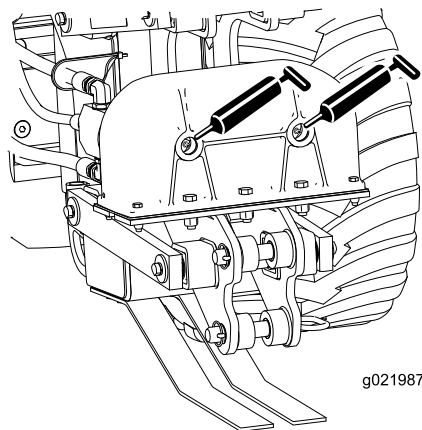

Figura 24
2. Conecte una pistola de engrasar a cada punto de engrase (Figura 24, Figura 25 y Figura 26).